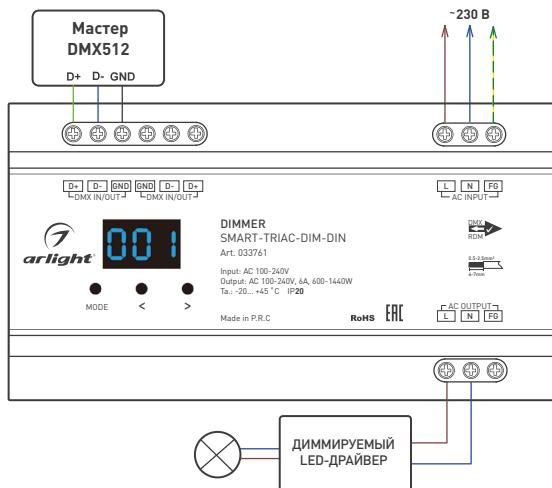

Рисунок 1. Схема подключения диммера SMART-D17-DIM в режиме DMX512
- 3.2. Подключите диммер согласно схеме [рисунок 1].